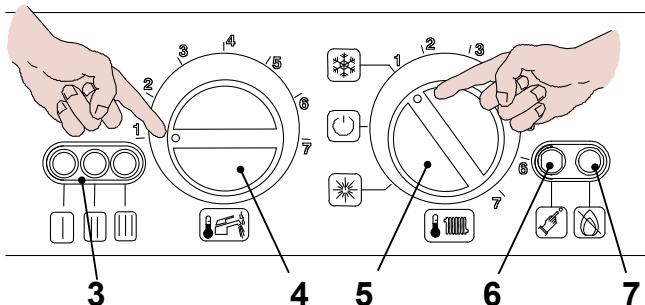
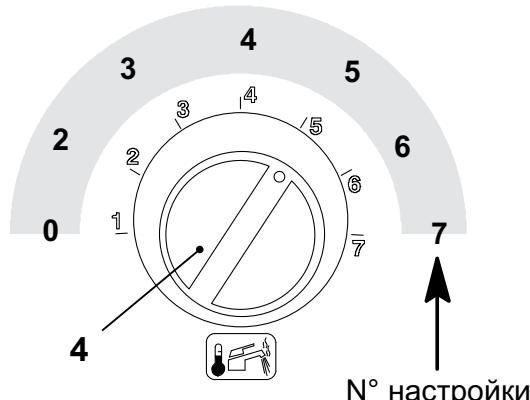

рис. 7.7
рис. 7.9
- Поверните переключатель 5 как показано на рис. 7.7 ; сигнальная лампа 3 начнет мигать с интервалом в 2 секунды.
- Удерживайте нажатой кнопку перезагрузки 6 в рис. 7.7 в течение 10 секунд, лампа блокировки 7 в рис. 7.7 в.
- Чтобы настроить давление розжига, сигнальные лампы 3 в рис. 7.7 должны выглядеть, как рис. 7.8 (перечень сигнальных ламп на стр. 7)
- Если такая последовательность не появляется, нажмите кнопку перезагрузки 6 в рис. 7.7 пока не появится соответствующее окно (4 раза).
Чтобы просмотреть заданные параметры, нажмите и придержите кнопку перезагрузки 6 в рис. 7.7 в течение 5 секунд. Сигнальные лампы 3 в рис. 7.7 вспыхнут количество раз, соответствующее настройке (Рисунок 7.9 (рис. 7.9).
- Чтобы изменить настройку, поверните регулятор температуры ГВ 4 в рис. 7.7 и установите его в выбранное положение рис. 7.9 см. также рис. 7.10 (в примере регулятор установлен в положение 5), сигнальная лампа блокировки (см. рис. 7.7) начнет быстро мигать.
- Чтобы внести в память настройку, нажмите и придержите кнопку перезагрузки 6 в рис. 7.7 в течение 5 секунд, сигнальные лампы 3 в рис. 7.7 вспыхнут и будут мигать одновременно, см. рис. 7.11 (условные обозначения ламп на стр. 7)